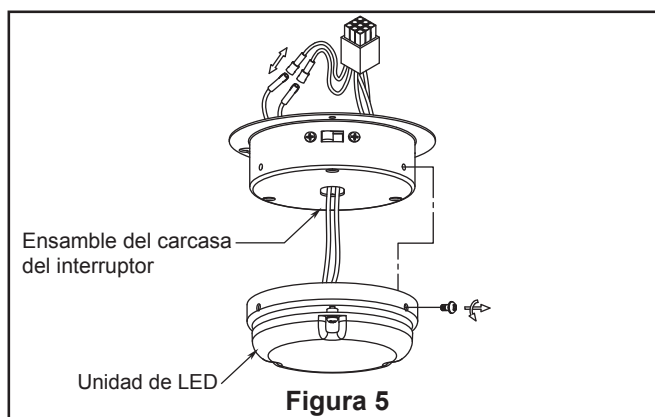

Figura 5
5. Para configurar el código de unidad del receptor. Deslice los interruptores de código a las mismas posiciones que en el transmisor. (Figura 5)
Retire el conjunto de LED del conjunto de la ensamble del carcasa del interruptor quitando los tres tornillos y desenchufe el 2 conectores pin individuales. (Figura 5)
5. Funciones del control remoto: (Figura 5)